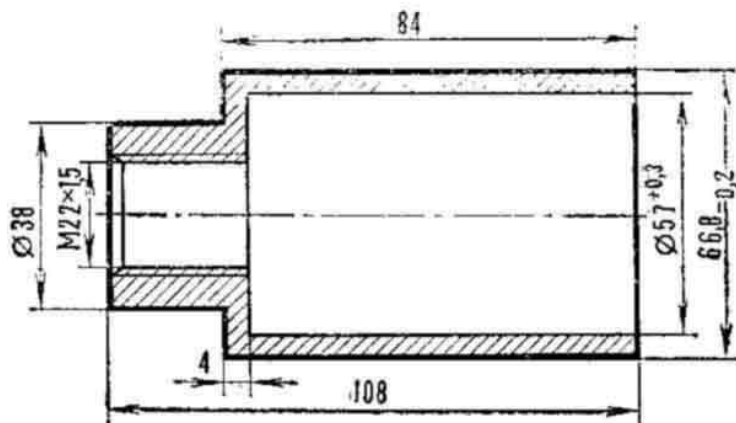

Рис. 39. Заготовка для поршневых колец
1. Изготовление заготовки (рис. 39).